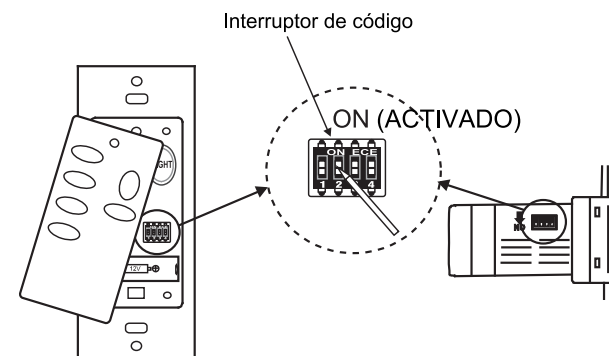

Fig. 12
**NOTA:** El sistema de control está equipado con 16 posibles combinaciones de frecuencia para evitar interferencias con otras unidades de control remoto. Los interruptores de frecuencia de su receptor y transmisor han sido preestablecidos en la fábrica. Vuelva a verificar para asegurarse de que los interruptores del transmisor y el receptor estén configurados en la misma posición. A cualquier combinación de configuraciones hará funcionar el ventilador siempre que el transmisor y el receptor estén configurados en la misma posición. (Fig. 12)